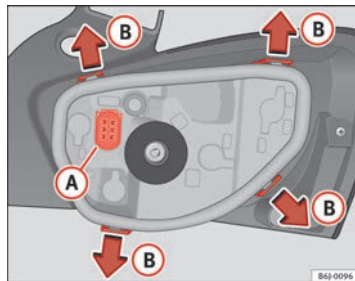

Fig. 166 Cambio lampade luci posteriori
- Togliere il portalampada, separandolo dalla scatola. Premere sulle linguette (B) nel senso indicato dalle frecce ⇒ fig. 166. ►